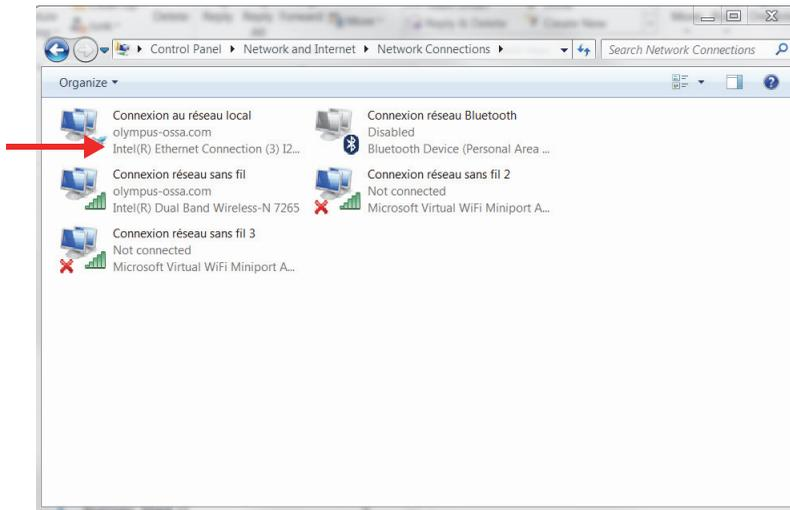

Figura 1-5 Conexões de rede
1. Abra a lista de conexões de rede no **Painel de Controle** e identifique a conexão usada para conectar à unidade FOCUS PX (Figura 1-5 na página 29).